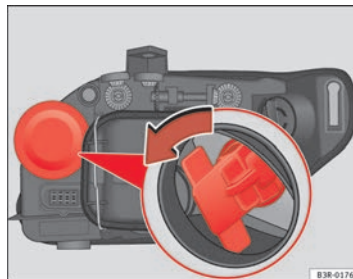

Abb. 205 Glühlampe für Blinker
- Den Lampenträger durch Ziehen am Halter und durch Drehen gegen den Uhrzeigersinn herausnehmen ⇒ Abb. 205.